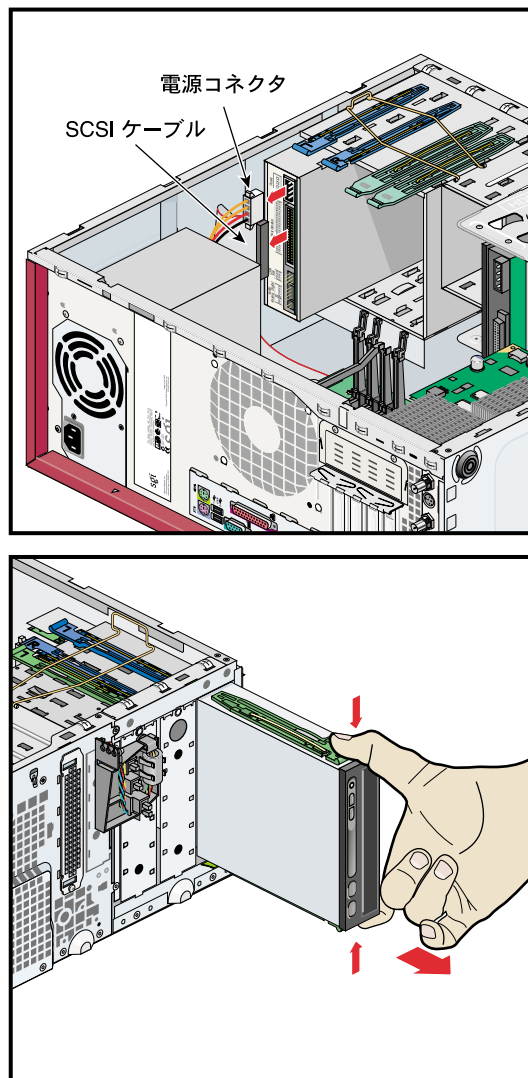

図4-22 リムーバブル・メディア・ドライブの取外し
2. ドライブの背面から SCSI ケーブルと電源ケーブルを取外します。図 4-22 を参照してください。
**メモ:** 図 4-22 に示されているのは CD-ROM ドライブです。DAT ドライブの場合も手順は同じですが、ドライブはリムーバブル・メディア・ドライブ・ベイの下段のベイにあります。
3. ドライブ・レールのタブをドライブの側面に押当てるようにして押します。続いて、ドライブをドライブ・ケージの外にスライドさせます。図 4-22 を参照してください。